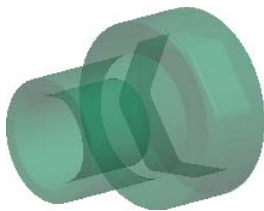

图 5.5.3 制造模型
Step3. 在“元件放置”操控板中选择 **默认** 选项，然后单击 **✓** 按钮，完成毛坯工件的放置，放置后如图 5.5.3 所示。